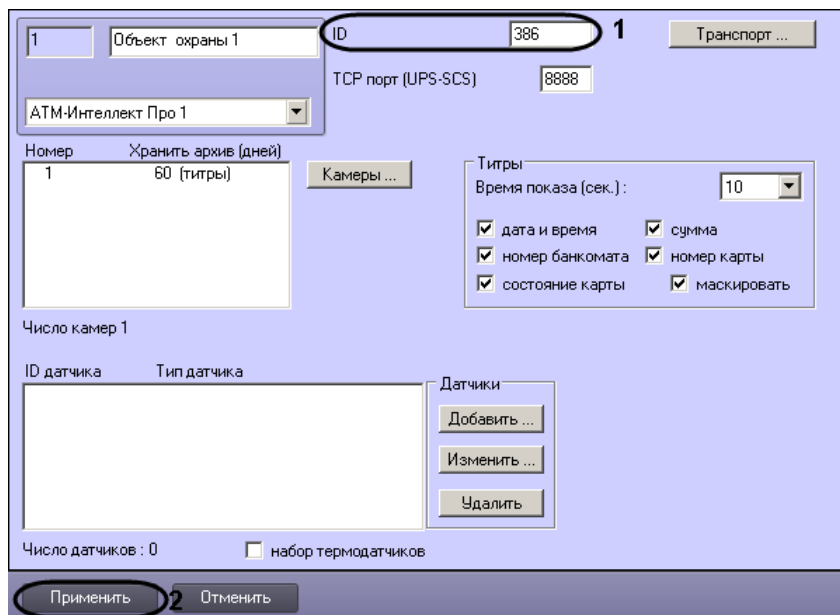

Рис. 8.4—1 Настройка уникального номера объекта охраны
1. Перейти на панель настройки объекта **Объект охраны** (Рис. 8.4—1).
2. В поле **ID** ввести уникальный номер объекта, на котором устанавливается АТМ-Интеллект Про (см. Рис. 8.4—1, 1). Может содержать от 3 до 9 символов.
3. Нажать на кнопку **Применить** для сохранения настроек (см. Рис. 8.4—1, 2).